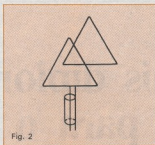

Fig. 2
**Antena para 160 m** — Na banda dos 160 metros é difícil obter características direcionais sem dispor de muito espaço e mastros bastante altos. A antena triângulo proporciona direcionalidade em áreas relativamente pequenas, exigindo apenas 2 mastros (fig. 2). Apenas um detalhe deve ser observado: o ápice do diretor é colocado 5 pés abaixo do ápice do triângulo radiante. Esse modelo pode ser alimentado diretamente por um cabo coaxial.